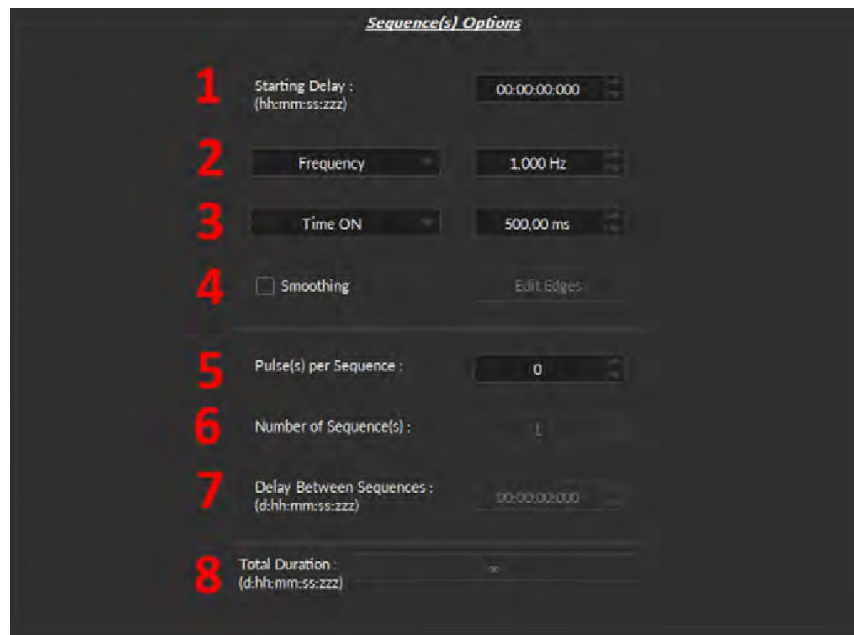

Figure 4.16 : Fenêtre de configuration du canal de la source lumineuse, options de séquence carrée
1. Le **Délai (départ)** (Fig. 4.16) définit le délai (au format hh:mm:ss:zzz) avant la première impulsion.
2. Le paramètre **Fréquence/Période** (Fig. 4.16) définit la fréquence (en Hz) ou la période (en ms) de la séquence d'impulsions. Par exemple, un signal à 10 Hz (fréquence) émettra une impulsion toutes les 100 ms (période), tandis qu'une séquence d'impulsions à 0,5 Hz (fréquence) émettra une impulsion toutes les 2000 ms (période).
3. Le paramètre **Temps Actif/ Rapport Cyclique** (Fig. 4.16) définit le temps (en ms) ou le rapport cyclique (en %) de chaque impulsion. Le **Temps Actif** doit être inférieur à $(1/\text{fréquence}) + 0,005$ ms, tandis que le **Rapport Cyclique** doit être inférieur à 100 %. Ces carrés apparaîtront en rouge si une **fréquence/temps actif** impossible est sélectionnée. Si l'option **Lissage** est sélectionnée, cette fonction devient inaccessible.
5. Le paramètre **Pulsion(s) par séquence** (Fig. 4.16) définit le nombre d'impulsions par séquence. S'il est réglé sur 0, l'impulsion sera répétée indéfiniment.
6. Le **Nombre de séquence(s)** (Fig. 4.16) définit le nombre de fois que la séquence sera répétée. S'il est fixé à 0, la séquence sera répétée indéfiniment.
7. Le paramètre **Délai interséquentiel** (Fig. 4.16) définit le délai (au format hh:mm:ss:zzz) entre chaque séquence si l'option **Nombre de séquence(s)** est supérieur à 1.
8. La **durée totale** (Fig. 4.16) affiche le temps total de l'expérience. Les différentes valeurs peuvent être *Inf* pour infini, une valeur de temps valide ou *Err* si la valeur **Temps Actif** est supérieure à 1/fréquence.